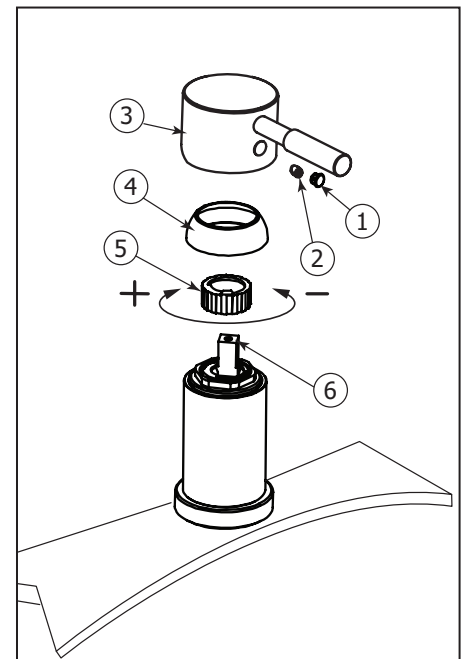

Fig.9
Remove the decorative cap (1), the set screw (2) and the handle (3) (fig.9). Pull out the dome cap (4) and the temperature stop ring (5) from the cartridge (6). Gradually rotate stop ring (5) to the left to lower the highest temperature setting or towards the right to increase it.
Retirer le capuchon décoratif (1), la vis de retenue (2) et la poignée (3) (fig.9). Ensuite, retire le capuchon en dôme (4) et l'anneau d'arrêt de température (5) de la cartouche (6). Tourner l'anneau (5) graduellement vers la gauche pour diminuer la température maximale et vers la droite pour l'augmenter.